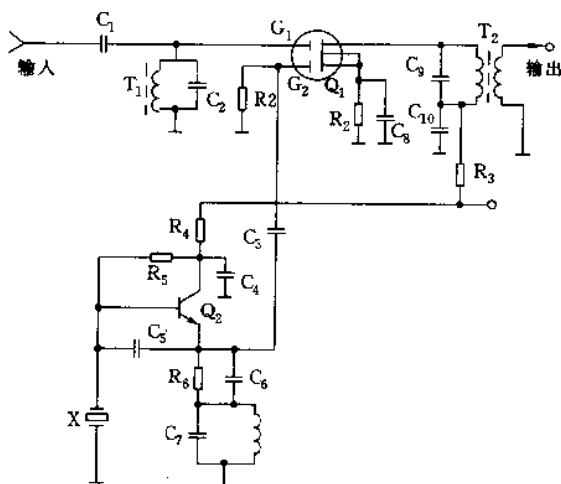

图 2-57
(3)双栅 MOS 场效应管混频电路如图 2-57 所示,其特点是:可以减小高放回路与本振回路之间的牵引,有利于减小本振辐射,但变频增益比单栅和晶体管混频电路低。